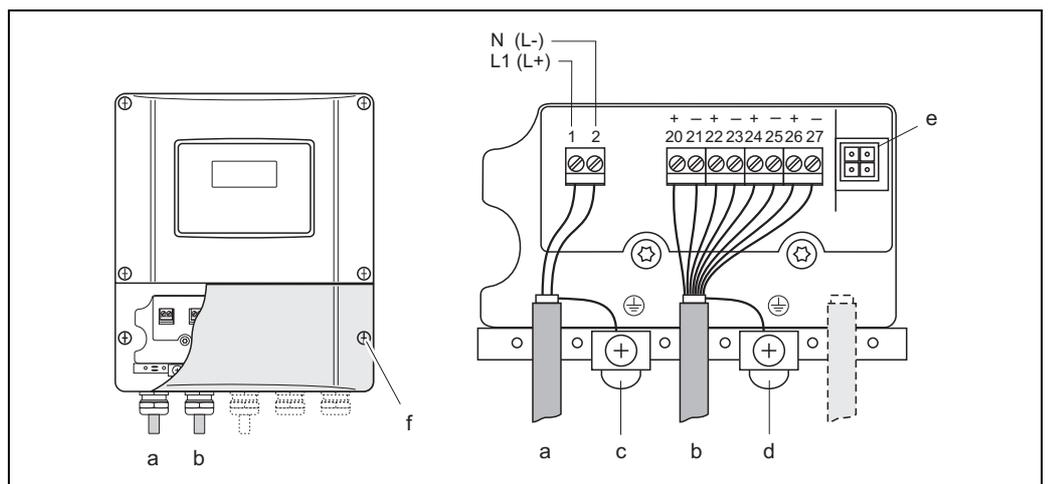

Fig. 23: Raccordement du transmetteur (boîtier pour montage mural). Section de câble : max. 2,5 mm²
- Schéma de raccordement (boîtier mural) → fig. 23